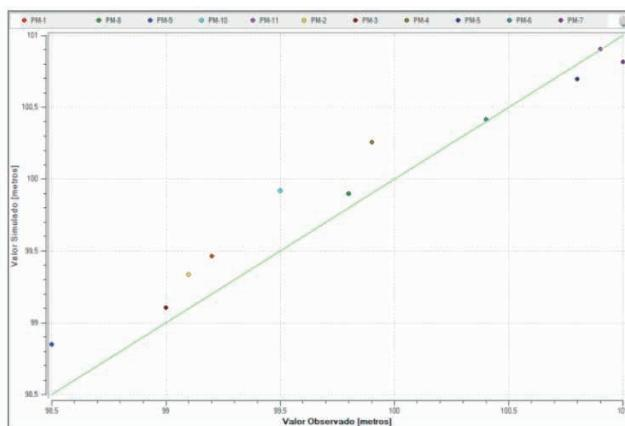

Figura 2.149 Representação gráfica da calibração do fluxo subterrâneo.
- Análise Gráfica (qualitativa):** gráfico comparativo entre valores simulados (eixo *y*) e valores medidos (eixo *x*) de carga hidráulica, contendo uma reta comparativa de 45° (que representa os valores simulados iguais aos valores medidos) (Figura 2.149);